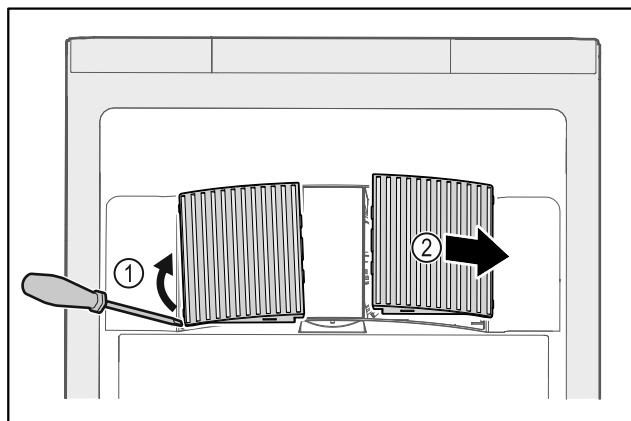

Fig. 144
- ▶ Ostrożnie podważyć osłony wentylatora z boku Fig. 144 (1) i zdjąć do przodu Fig. 144 (2).